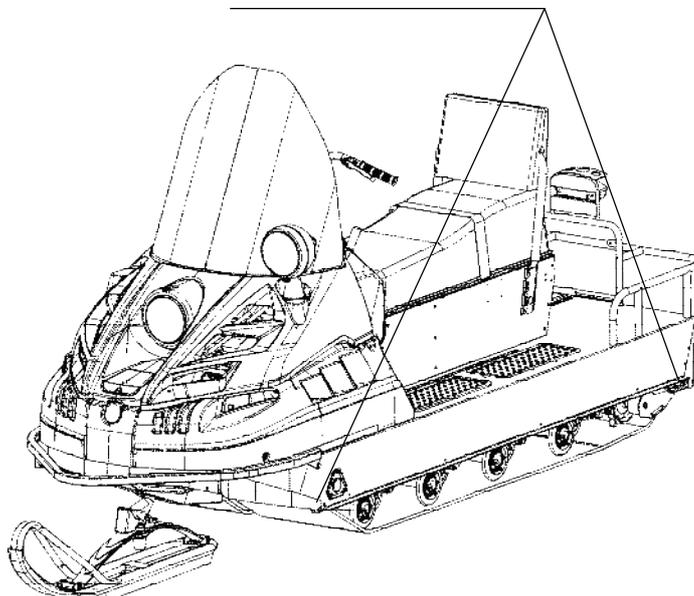

Рисунок 12 – Схема стрповки снегохода БУРАН 4ТД
- снегоход БУРАН 4ТД – за нижние передние уголки рамы и ограждение багажника (рисунок 12).